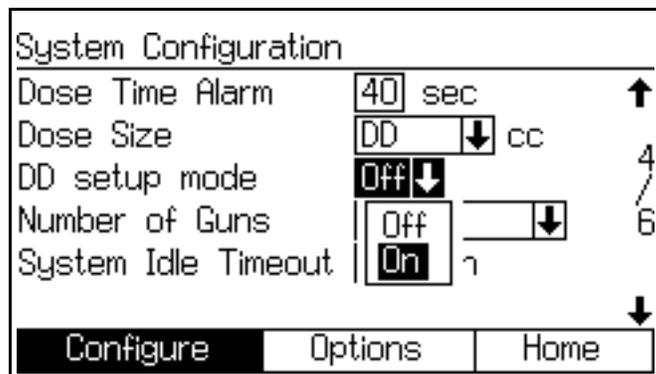

图 108. 配置屏幕 4，已启用动态分料设置模式
3. 在系统配置屏幕 4 中选择“DD”即调用了 DD 设置模式。参见图 108。要启用 DD 设置模式，应在 DD “设置”模式下拉菜单中选择“开启”。这将停用“关闭比率”警报 E-3 和 E-4，以允许不间断设置和调节。